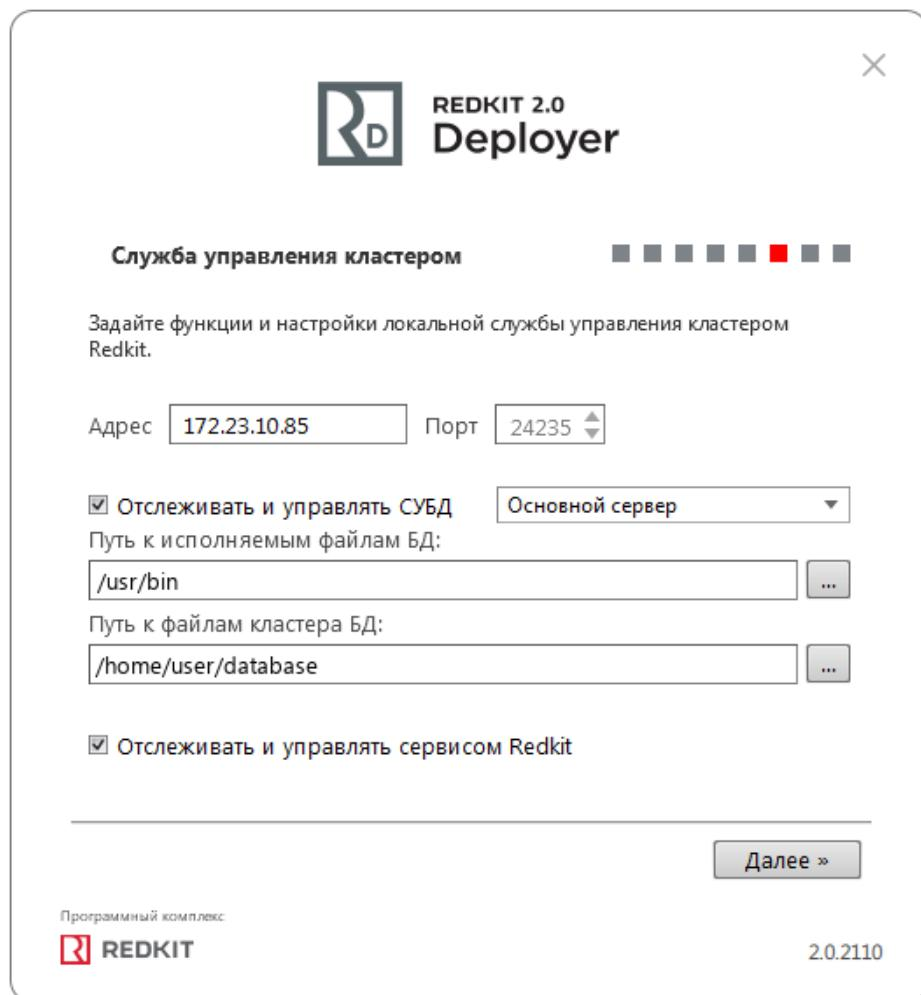

Рисунок 29 - Служба управления кластером
14. Укажите настройки службы управления кластером Redkit согласно Таблице 6 и нажмите "Далее" (Рисунок 29).